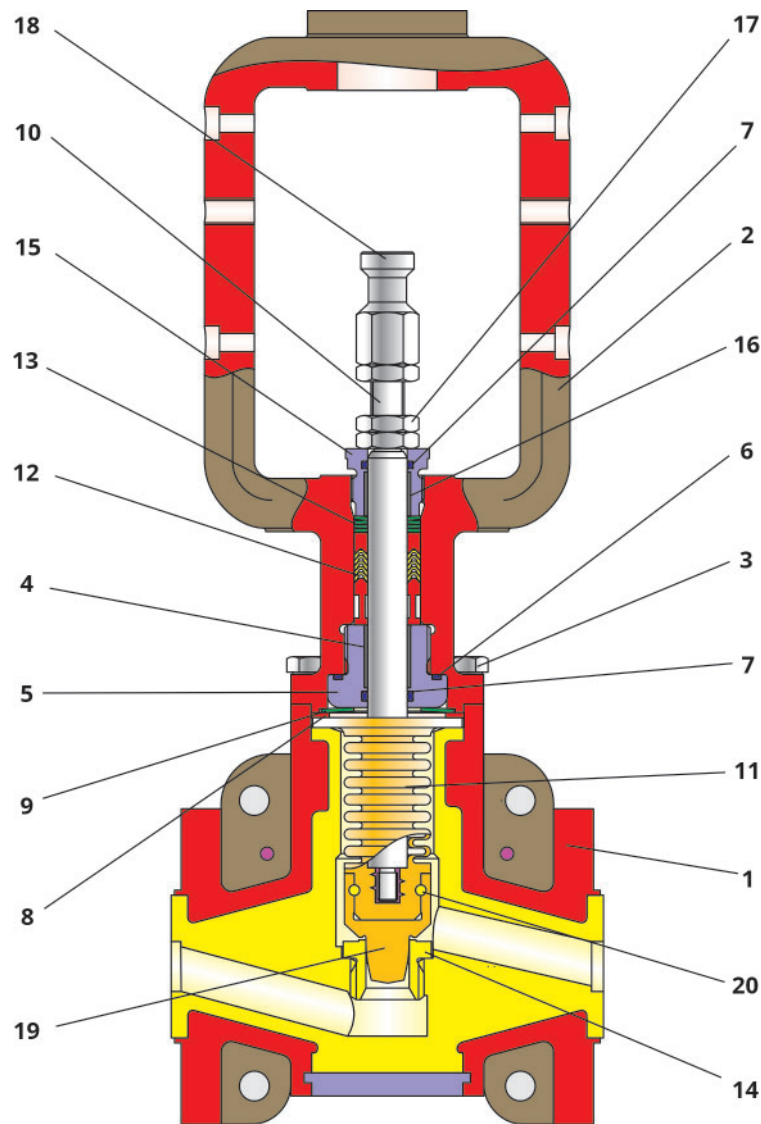

Bild 3-1: Schnitt durch ein Ventil ab Baujahr 2015
- ⇒ Deckelflansch (2) an der Laterne in einen Schraubstock spannen, so dass die Flanschöffnung nach oben gerichtet ist.
- ⇒ Tellerfedersatz (13) in die dafür vorgesehene Bohrung einlegen. Anordnung der Tellerfedern ist der Zeichnung Bild 3-1 zu entnehmen.
- ⇒ Nacheinander Schlussring, V-Ringe der Dachmanschettenpackung (12) und Distanzrolle einlegen. Anordnung der Dachmanschettenpackung ist der Zeichnung Bild 3-1 zu entnehmen.
- ⇒ Untere Lagerbuchse (4) in den oberen Teil der Gewindebuchse (5) drücken.
- ⇒ O-Ring (7) in die innere Nut und O-Ring (6) in die Kragnut der Gewindebuchse (5) einlegen.
- ⇒ Gewindebuchse (5) am Gewinde einfetten.
- ⇒ Gewindebuchse bis zum Anschlag in Deckelflansch (2) einschrauben.
- ⇒ Tellerfeder (9) und Druckscheibe (8) in den Deckelflansch (2) einlegen. Anordnung der Bauteile ist der Zeichnung Bild 3-1 zu entnehmen.
- ⇒ Vormontierte Spindeleinheit (vgl. Kapitel 3.5.1.2) in Deckelflansch (2) einsetzen.
- ⇒ Flansch des Faltenbalges (11) in Eindrehung des Deckelflansches (2) drücken.
- ⇒ Schrauben (3) einführen und gleichmäßig und wechselseitig anziehen.